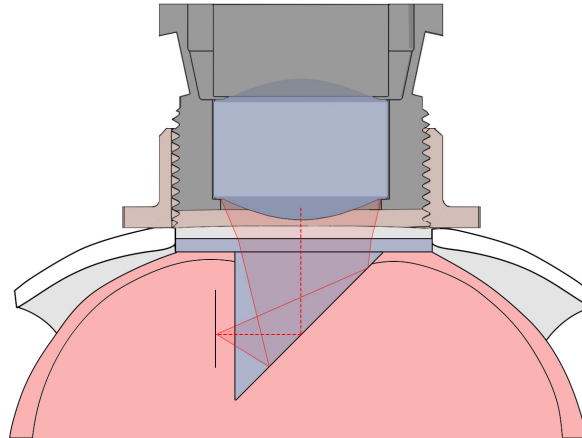

Figure 2.6: Méthode du prisme latéral
- La **Méthode du prisme latéral** (Fig. 2.6) peut être utilisée conjointement avec une **fenêtre crânienne**. Un microprisme est inséré dans les couches superficielles du cerveau, ce qui permet la visualisation de région perpendiculaire au plan focal normal.